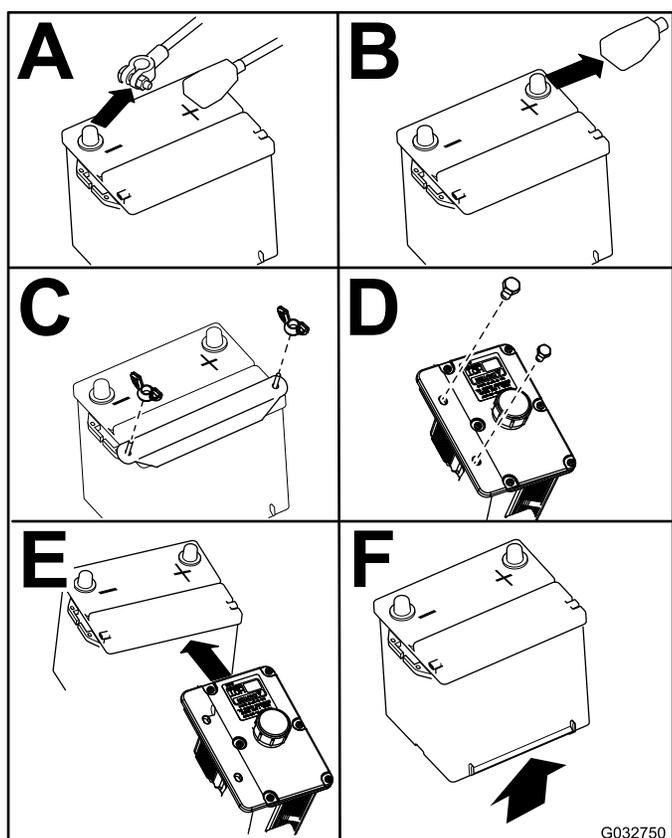

Рисунок 68
3. Снимите аккумулятор, как показано на Рисунок 68.